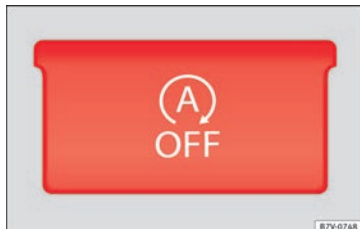

Fig. 207 Détail de la console centrale : touche pour le fonctionnement Start-Stop.
- Appuyez sur la touche  de la console centrale » **fig. 207**.